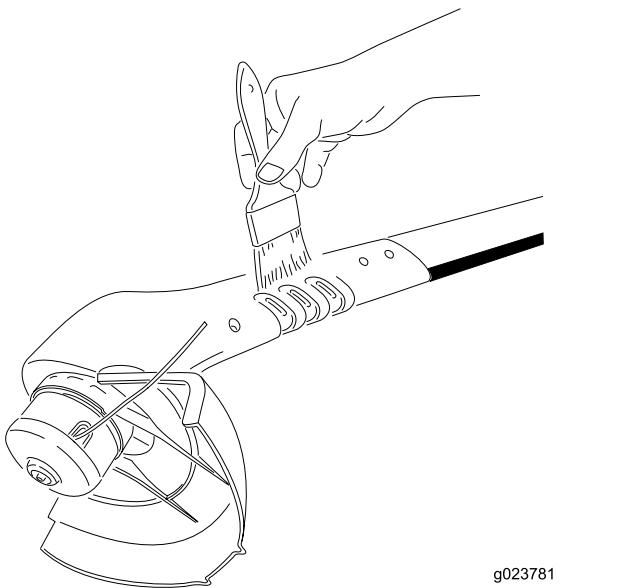

Figura 11
- Elimine cualquier suciedad de las entradas de aire (**Figura 11**).